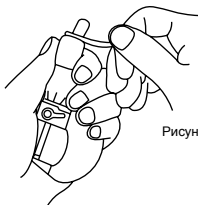

Рисунок 3
- Ошибка установки точки отсчета около $\pm 0,01$ мм или более (рисунок 3)